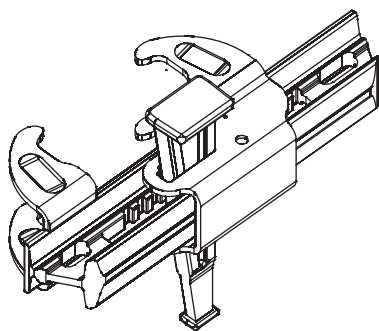

Рис. 4
1. Соединение щитов со вставками шириной до 10 см (рис. 4а).
Рис. 4а